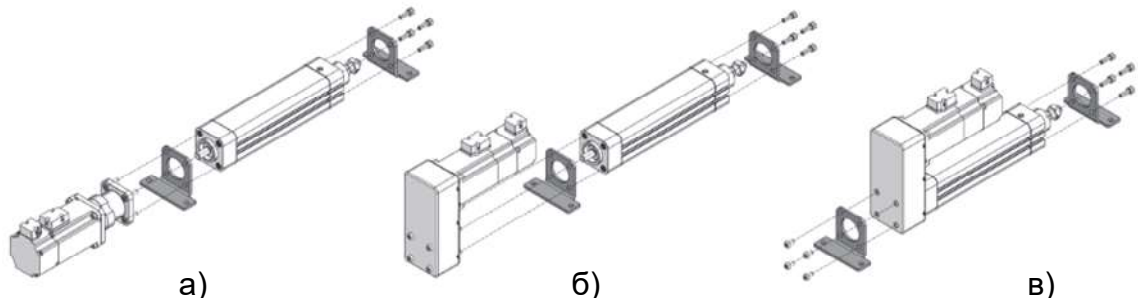

Рисунок 16 – Варианты установки лап к модулю.
2.4.8 Возможные варианты установки лап к модулю (см. рисунок 16):